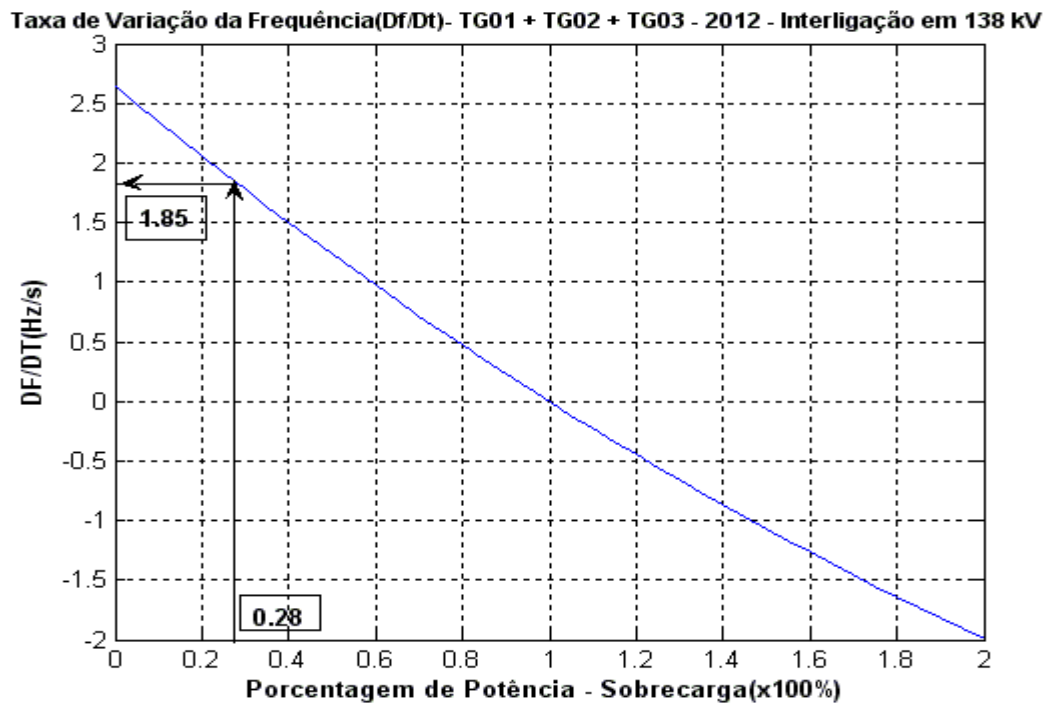

Figura 3 – Frequência na conexão em 13.8 kV – 2012.
Com os dados acima simula-se em software proprietário as condições operativas acima obtendo-se o gráfico da figura 3 e 4 a seguir. Nesse caso vamos ajustar somente a unidade sobretensão 59 para detectar essa condição operativa e função 81 de frequência por taxa de variação($\phi f/\phi t$), devendo esses ajustes serem feitos na proteção do cubículo de entrada da Barra B em 13.8 KV(Relé F650 de fabricação GE). Os respectivos ajustes estão apresentados nas tabelas do item 8.6.